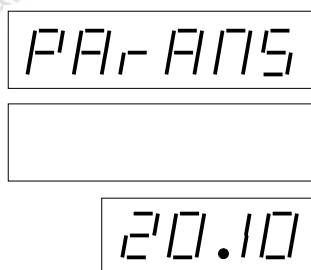

Рис. 13 Параметры
- в 1-й строке (строка общей стоимости) отобразится „PArAMS“ см. рис. 13.
- „PArAMS“ – для установки параметров см. рис. 13,